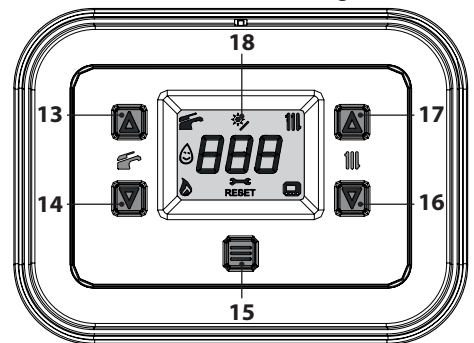

Figura 5.47
- Entrare in "modalità programmazione" premendo contemporaneamente per 5 secondi i tasti 14 e 16 (Figura 5.47) fino a far apparire sul display LCD le lettere **HiS** che indicano il menu "Storico delle caldaia" (Figura 5.48).
- Premere per 1 sec. il tasto 15 (Figura 5.47) per entrare nel parametro selezionato. Il display visualizzerà quanto segue (6=60 secondi) (Figura 5.51).
- Premendo il tasto 15 (Figura 5.47) si ottiene la conferma del valore inserito. Il display visualizzerà per 5 sec. quanto segue (Figura 5.52) poi, si porterà al livello superiore.
- tenere premuti contemporaneamente i tasti 14 e 16 per 5 sec. (Figura 5.47) (ritorno al livello precedente).